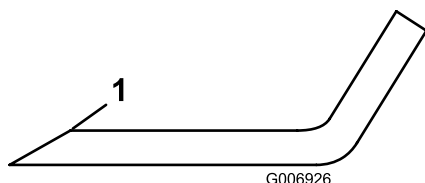

Bild 102
5. Untersuchen Sie die Schnittkanten aller Messer. Schärfen Sie alle stumpfen und ausgekerbten Schnittkanten. Schärfen Sie nur die Oberseite der Schnittkante und behalten dabei den ursprünglichen Schnittwinkel bei, um die Schärfe des Messers zu gewährleisten (**Bild 102**).
6. Wenn das Messer stumpf ist oder Kerben hat, schärfen Sie nur die Oberseite der Schnittkante und behalten den Originalschnittwinkel bei (**Bild 102**).